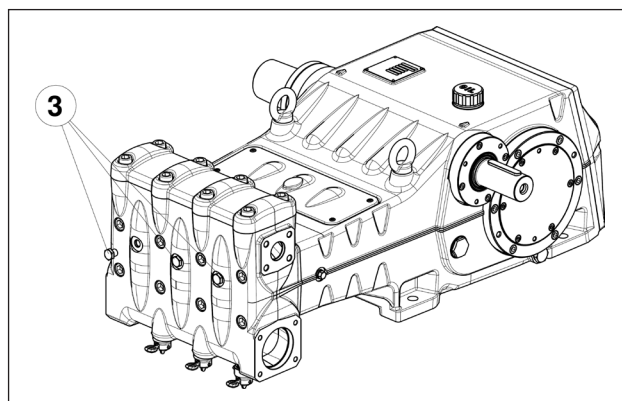

Рис. 11
В случае проблем с всасыванием вследствие недостаточной подачи воды можно снять три пробки с передней стороны торца насоса (за исключением версии LK36), как указано на рисунке поз. ③ Рис. 11.